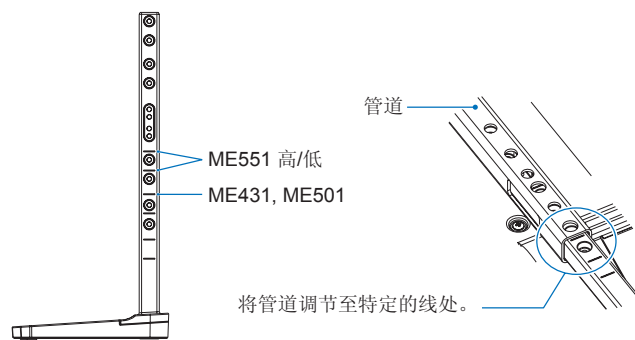

图 1
1. 支架杆上的线是高度调节指示器 (图1)。请将管道调节至特定的线处。